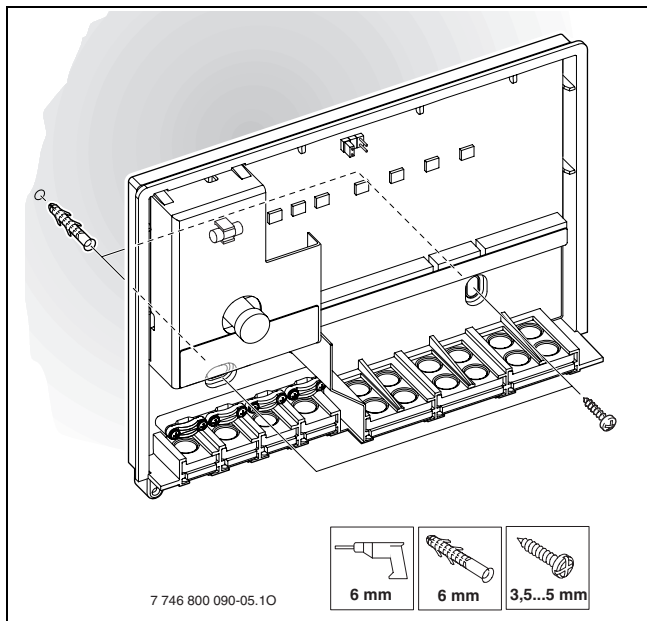

Bild 9 Dübel einstecken
- Löcher mit  $\varnothing$  6 mm anbohren und Dübel einstecken (→ Bild 9).